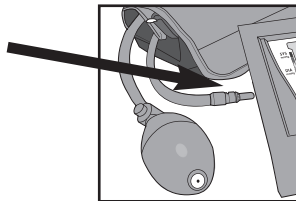

Fig. 1
2. Inserte el conector de tubos del brazalete en el puerto que se encuentra del lado izquierdo del monitor, Fig. 1.